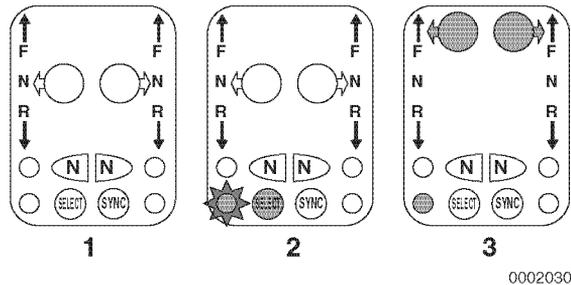

Abbildung 13
- (Abbildung 13, (1)) zeigt eine typische inaktive Station.
- Schalter **SELECT** (Abbildung 13, (2)) betätigen. Die Schalterschalterleuchten (in **Abbildung 13** grau dargestellt) und die Stationsauswahlleuchte blinken (als Stern um Leuchte in **Abbildung 13** dargestellt).
- Hebel auf Vorwärts- oder Rückwärtsgas entsprechend der Hebelstellung der aktiven Station stellen (**Abbildung 13, (3)**). Die entsprechenden Hebel-Schalterleuchten leuchten kontinuierlich (grau dargestellt in (**Abbildung 13, (3)**)) und die Stationsauswahlleuchte leuchtet kontinuierlich (grau dargestellt in (**Abbildung 13, (3)**)).